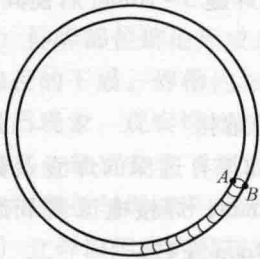

图 1-4 稳弧后迅速抬起
① 合适焊接电流的熔池形成也会因焊槽深度、宽度的不同,产生不同的温度变化,如电弧在A(见图1-4)侧稳弧形成熔池之后,迅速带弧至B侧边部,并以同样的方法稳弧再做横向带弧于A侧,因焊槽较深,连续走弧使熔池温度逐渐增高,熔池熔化痕迹过深,熔池外扩成形难以控制。
② 做合适焊接电流的走弧运条时,应根据焊槽的深浅而变化。焊槽较深,电弧吹向一侧后继续回带,使熔池温度迅速增高,电弧可在B侧稳弧后迅速抬起。做抬起高度时,也可以根据落弧后溶池